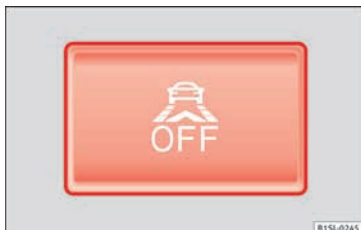

Abb. 152 Im unteren Teil der Mittelkonsole: Taste für den City-Safety-Assistent.
Der City-Safety-Assistent wurde über die Taste  » Abb. 152 eingeschaltet.
Innerhalb des Funktionsbereichs von 5-30 km/h (3-19 mph): Der City-Safety-Assistent wurde über die Taste  » Abb. 152 ausgeschaltet.
Den City-Safety-Assistent über die Taste  » Abb. 152 einschalten.
- Taste »» **Abb. 152** in der Mittelkonsole drücken.